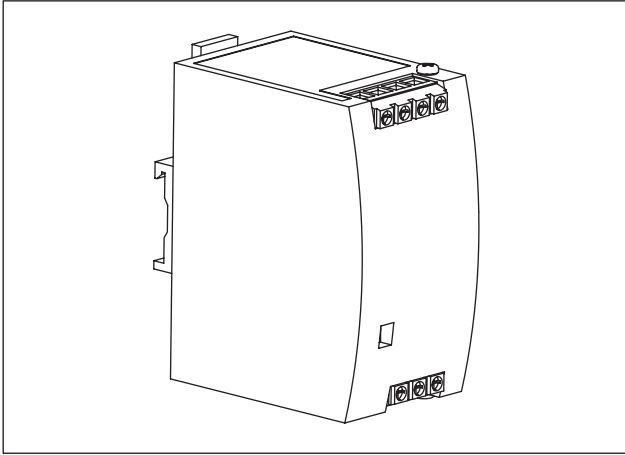

Abb. 4 Neues Netzteil
- Ersetzen Sie den vorhandenen Brückengleichrichter durch ein neues Netzteil (Abb. 4).